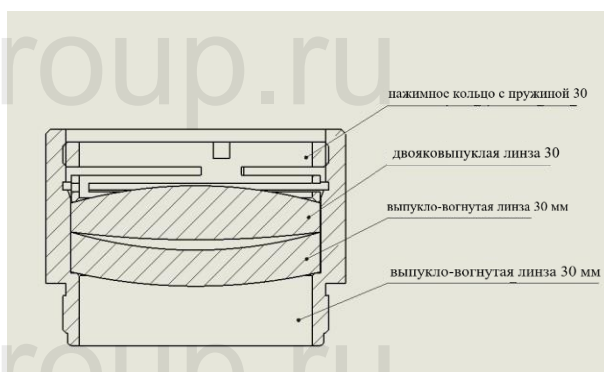

Рисунок 12 Схема установки 100 мм коллимационной 30 мм выпукло-вогнутой линзы
- Выполните сборку коллимирующего зеркала как показано на Рис. 12 Убедитесь, что нажимное кольцо с пружиной надлежащим образом зафиксировано в FRA;